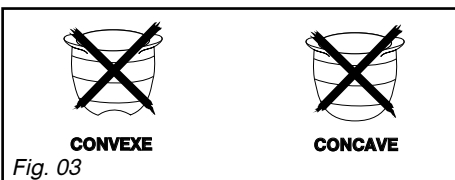

Fig. 03
- N'utilisez pas de récipient à fond concave ou convexe sans le support adéquat (Fig. 03).